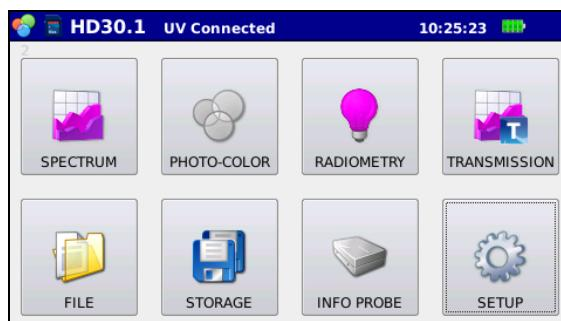

Figura 3.3: Schermata di avvio con sonda HD30.S2 inserita.
*Spectrum, radiometry e transmission* per la sonda HD30.S2 (figura 3.3)